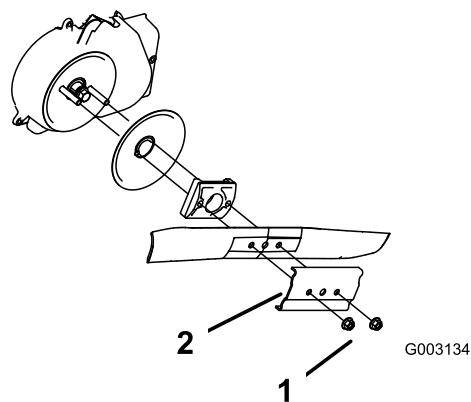

Рисунок 36
3. Отверните 2 гайки крепления ножа и прижим (Рисунок 36).
4. Извлеките нож (Рисунок 36).
5. Установите новый нож (Рисунок 36).